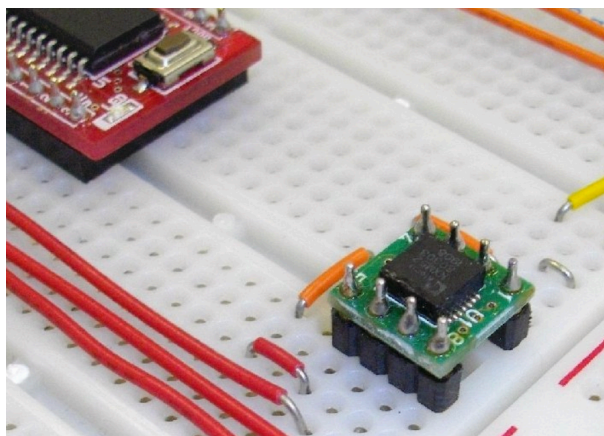

図 5: 加速度センサ
1.2 図 5 の電子部品（加速度センサ KXM52-1050）を次のような点から調べなさい。